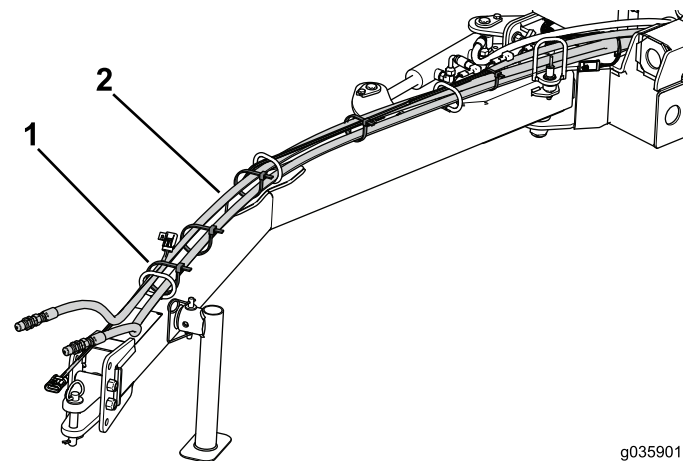

図 25
8. ケーブルタイを使用して、ワイヤハーネスを油圧ホースに固定する 図 25。